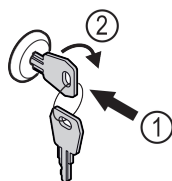

Fig. 144 Simbolična slika
- ▶ Vstavite ključ Fig. 144 (1).
- ▶ Ključ obrnite v smeri urnih kazalcev za 90° Fig. 144 (2).